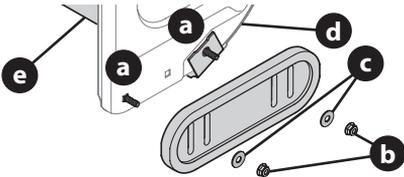

Figura 45
4. Con los dos pernos del carro (a) y las tuercas hexagonales con reborde (b) y las arandelas planas (c) (si vienen equipadas) fije las zapatas antideslizantes a la caja de la barrena (d). Ajuste a mano las tuercas hexagonales con reborde (Figura 45).